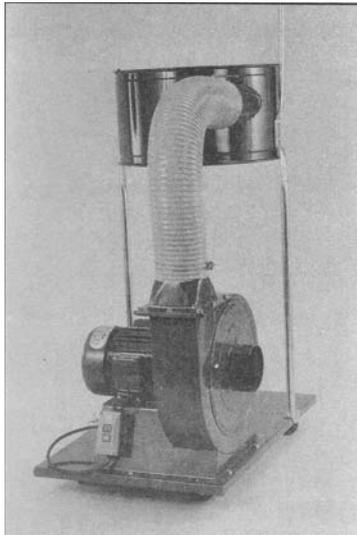

Figura 22 – Risultato intermedio.
7. Collegare l'estremità opposta del tubo flessibile (A) al corpo convogliatore (C) assicurandola con la fascetta (M) (Figura 22).